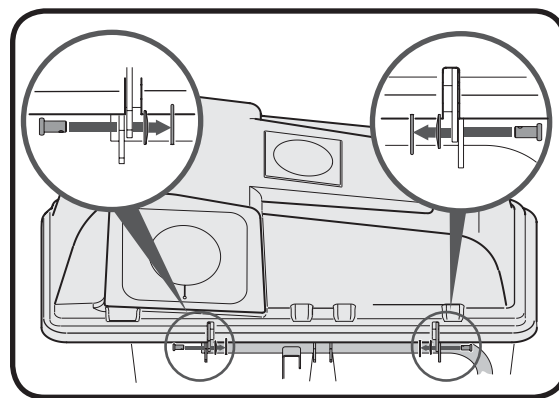

Figure 20
4. Insérez la broche d'articulation dans la charnière du tube support, puis dans le couvercle des sacs à herbe. Voir la Figure 20.
5. Fixez avec une rondelle Belleville et un anneau de retenue, le côté bombé de la rondelle reposant contre l'anneau de retenue. Consultez les inserts de la Figure 20.
REMARQUE: Insérez les broches d'articulation sur la partie extérieure comme illustré dans les inserts de la Figure 20.
Insérez les broches d'articulation sur la partie extérieure comme illustré dans les inserts de la Figure 20.